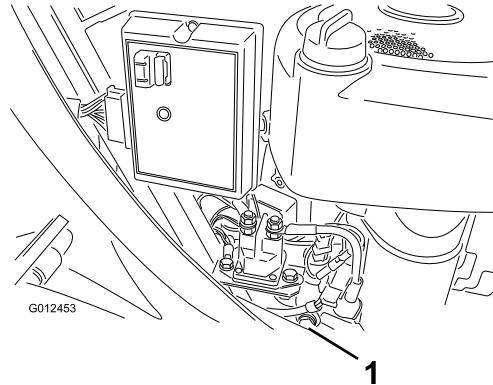

Figura 24
9. Togliete il tappo di spurgo per lasciare defluire l'olio (Figura 24).